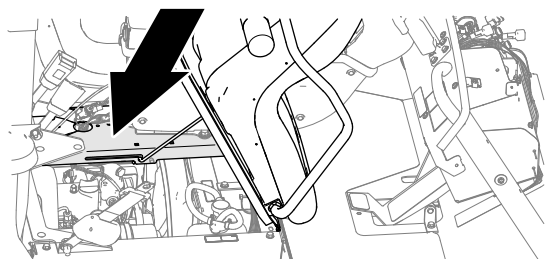

Figura 82
1. Incline o banco do passageiro para a frente para aceder à base da consola (Figura 82).